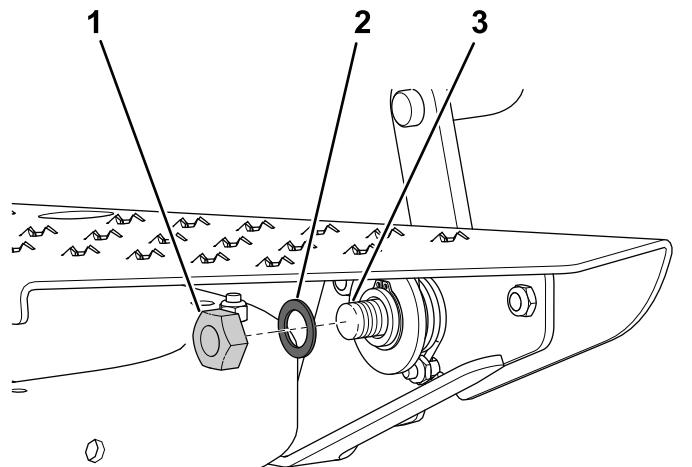

Figura 21
9. Fixe o pedal de bloqueio ao apoio para o pé e o conjunto do hub com uma anilha chata ($\frac{5}{8}$ pol. x 1 pol.) e uma porca de bloqueio ($\frac{5}{8}$ pol.); consulte a Figura 21